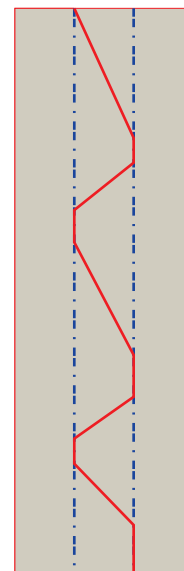

fig 2
- 3** Dibuje con lápiz grafito la figura que quiere recortar. Debe marcarla entre las líneas centrales. Puede cambiar el dibujo en cada pieza o puede ser el mismo, depende de que trama quiere formar. (fig 2)